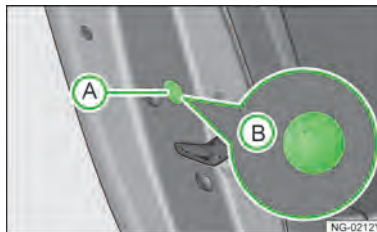

图 53
- 拆下饰盖A» 图 53。
- 将钥匙插入槽口B» 图 53 中并向车外转动。